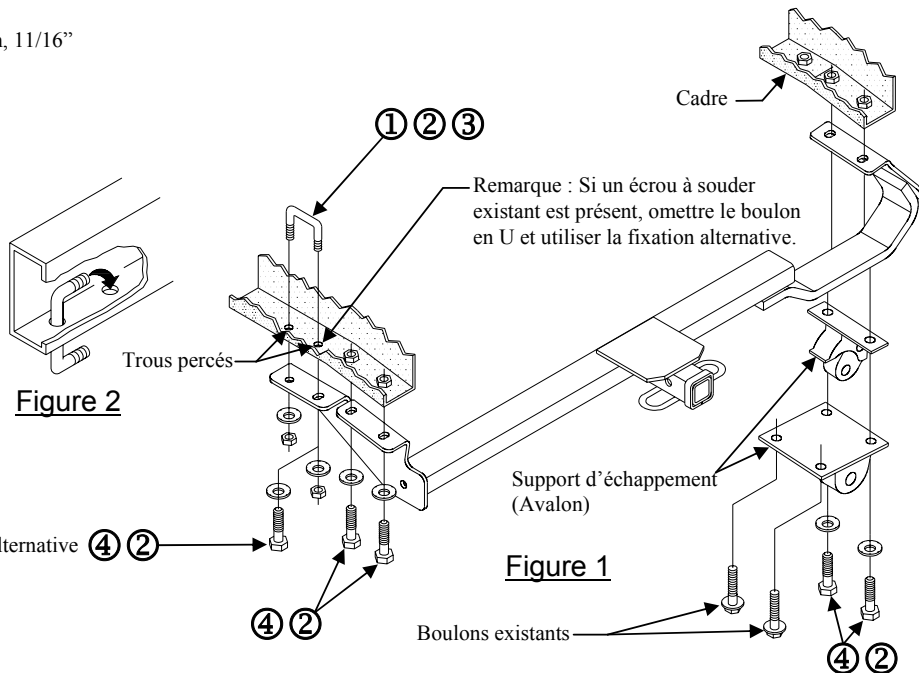

Figure 2
6. Insérer le boulon en "U" comme illustré à la Figure 2. Poser les rondelles coniques dentées et les écrous hexagonaux 3/8 po.